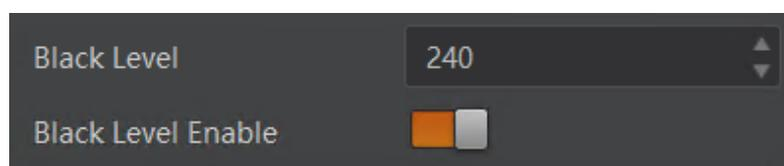

图11-1 黑电平设置
2. 在 *Black Level* 参数中输入需要设置的数值，如图 11-1 所示。